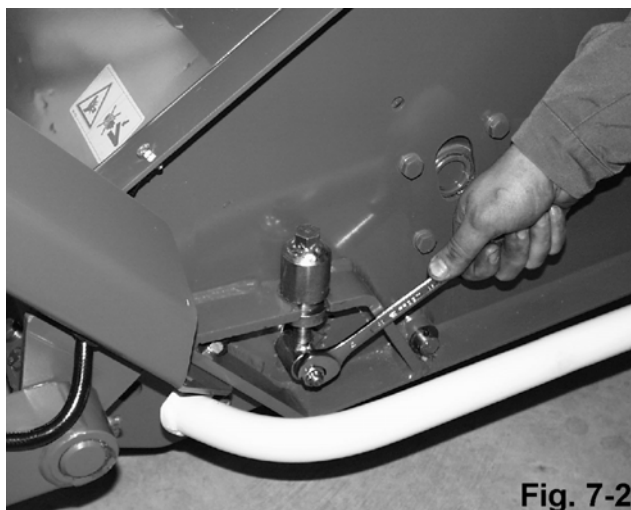

Fig. 7-2
- Poluzować śrubę zaciskową (rys. 7-2),